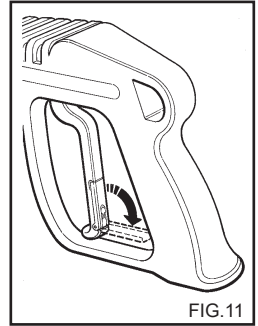

FIG.11
- Luk grebets beskyttelsesdæksel, når rengøringsmaskinen ikke anvendes. (Fig. 11).